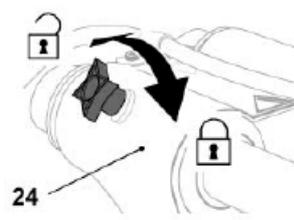

Fig. 19
- > Desserrez le bouton de verrouillage du chariot [24], de manière à ce que la tête de coupe puisse coulisser librement (Fig. 19).